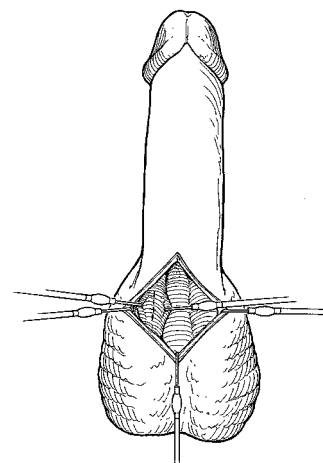

Рисунок 4-3. Пеноскротальный доступ. Отодвигание губчатого тела
3. В случае пеноскротального доступа отодвиньте в сторону губчатое тело, чтобы избежать повреждения уретры (**рисунок 4-3**).